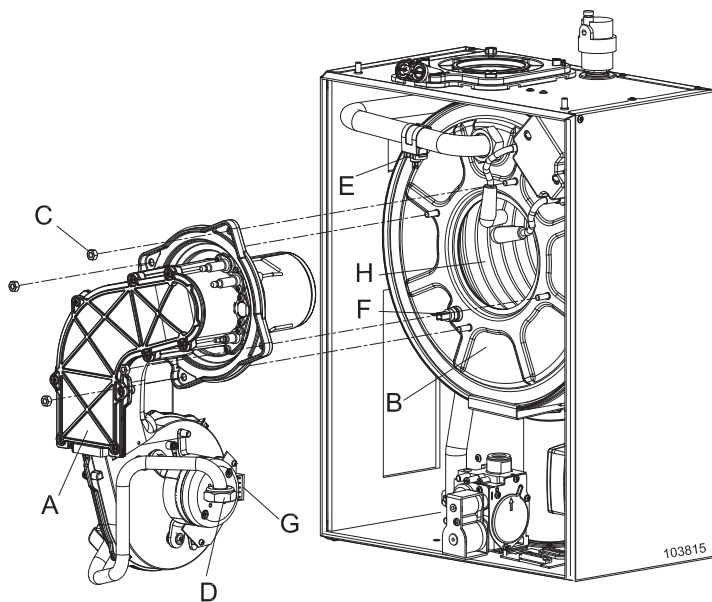

Figura 8-4- Smontaggio gruppo ventilatore-bruciatore
- 10.- ripristinare il livello di liquido all'interno del sifone versando 100 cm³ di acqua (un bicchiere) dallo scarico dei fumi oppure dall'apertura "H" di figura 8-4.
- 2.- svitare il dado "D" di figura 8-4;
- 4.- scollegare il cavo dal sensore di sicurezza "F" di figura 8-4;
- 5.- svitare i quattro dadi "C" di figura 8-4;
- 6.- estrarre tutto il gruppo ventilatore e bruciatore, particolare "A" di figura 8-4;
- 7.- passare una spazzola cilindrica, a setole di plastica, all'interno della camera di combustione (particolare "H" di figura 8-4);
- 8.- facendo uso di un aspiratore, aspirare i residui incombusti dalla camera di combustione (particolare "H" di figura 8-4);